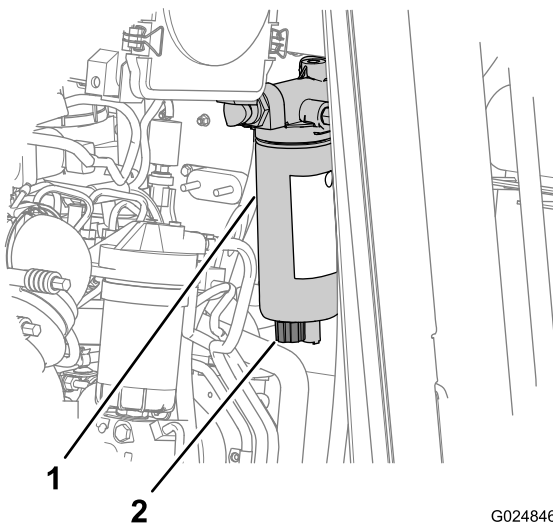

Figura 20
2. Collocate un contenitore di spurgo sotto la valvola di spurgo sul separatore di carburante/condensa (Figura 20).